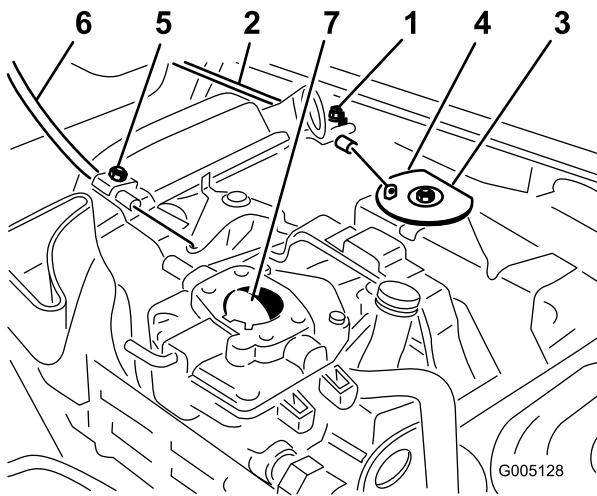

図 50
1. スロットル・ケーブルをエンジンに固定しているクランプのネジをゆるめる (図 50)。
3. スロットル・ケーブルを十分に引いて、スイベルの後部をストップに接触させる (図 50)。
- スロットル・ケーブルをエンジンに固定しているクランプのネジをゆるめる(図 50)。
- チョーク・ケーブルを十分に引いてチョークを完全に閉じ、その位置でクランプのネジを締める(図 50)。